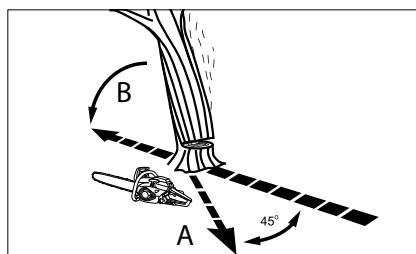

Fig. 14
Stabiliti în prealabil traseul de evacuare (A) și eliminati de pe el toate obstacolele înainte de a începe să tăiați. Traseul de evacuare ar trebui să fie în sensul opus direcției estimate de cădere a arborelui (B) (Fig. 14).